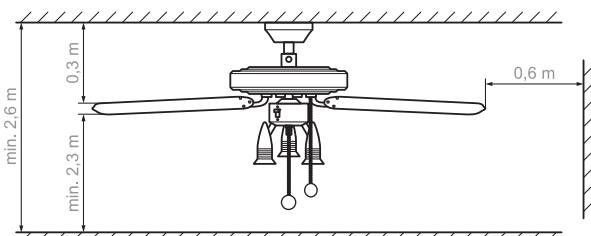

Fig. 1: Minimumafstande til loftventilatoren
- Vingespidsernes minimumafstand til gulvet skal være på 2,30 m i monteret tilstand. Afstanden mellem vinger og loft skal være på mindst 0,30 m. Afstanden til siderne til vægge eller forhindringer skal være på mindst 0,60 m (se fig. 1).